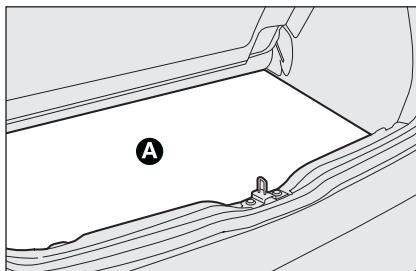

fig. 2
- ☐ levante la alfombra de la superficie del maletero **A**-fig. 2;